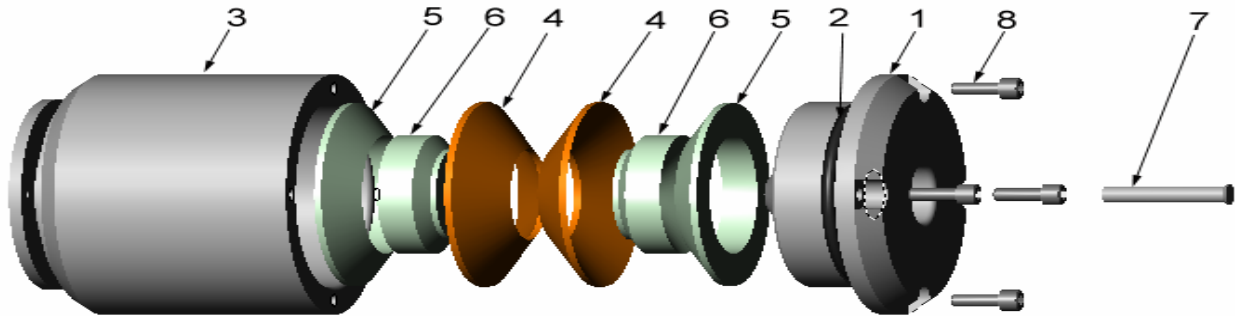

Figure 1 : Vue éclatée, dimensions 3,43 po (8,71 cm) -
1.7 Insérez la cartouche de la charge relais (élément n° 7) dans le trou de l'unité explosive jusqu'à ce que l'extrémité évasée soit correctement positionnée dans la tête. Voir Figure 1.